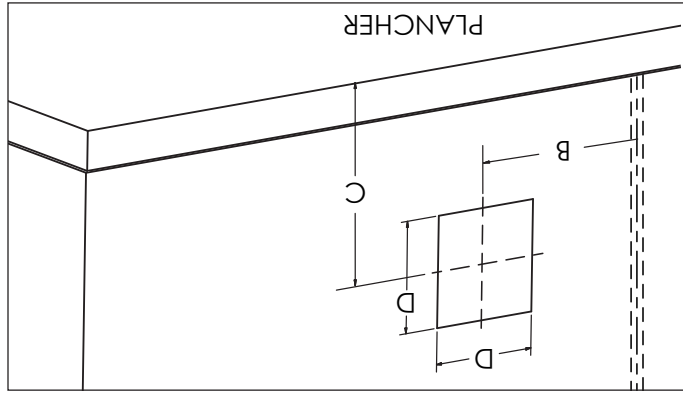
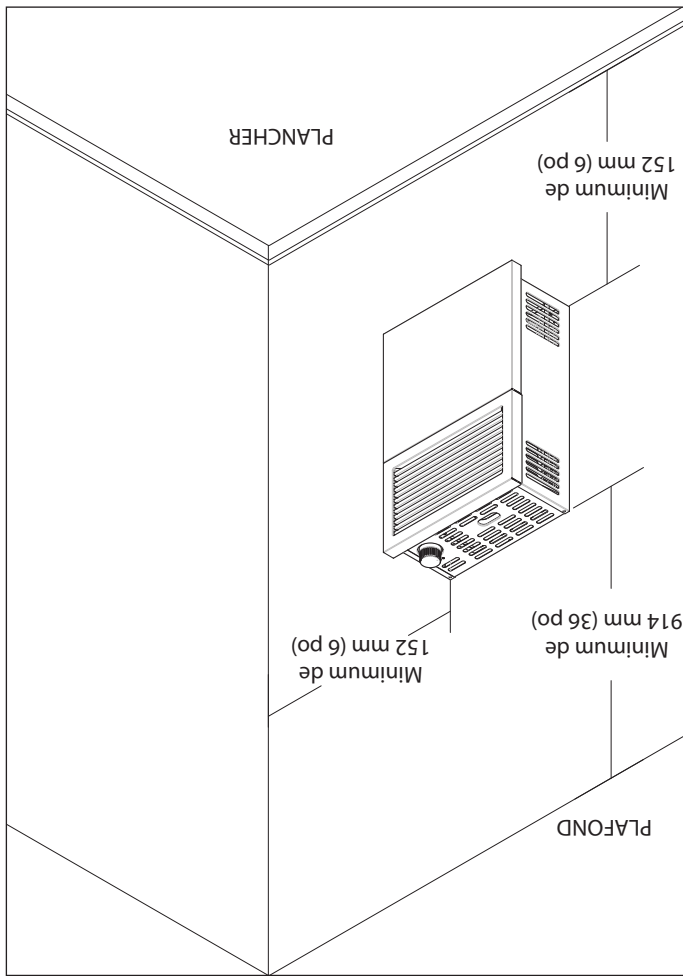

Figure 5
Figure 1
1. Marquez au crayon les positions des trous qui serviront au tuyau de ventilation et d'entrée d'air, en tenant compte des espaces de dégagement minimaux indiqués dans la figure 1. Voir les dimensions du trou carré « D » et la hauteur au centre « C » dans le tableau 1, ou dans la figure 5 pour les autres modèles. La hauteur « C » est la hauteur minimale recommandée.